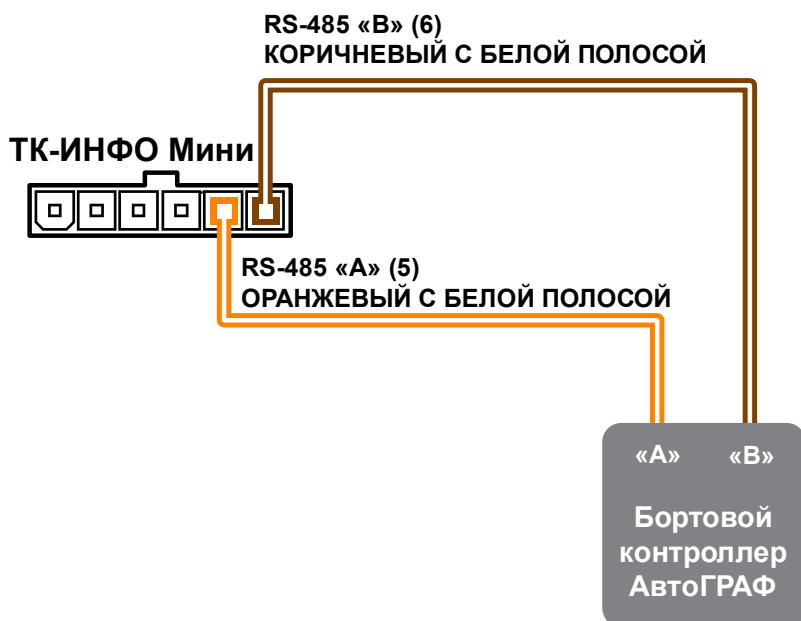

Рис.11. Схема подключения к бортовому контроллеру АвтоГРАФ
**Схема подключения TKFC Plus и TK-CardReader Plus соответствует схеме подключения к бортовому контроллеру АвтоГРАФ (Рис.11).**